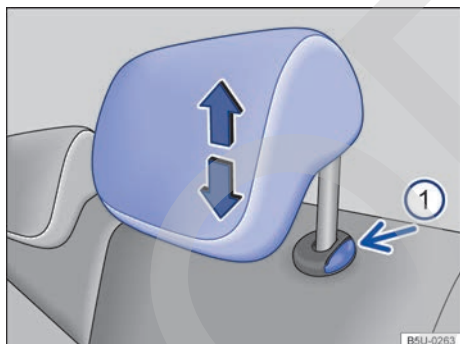

Fig. 73 Remover el apoyacabezas trasero.
- Presionar la tecla → fig. 73 (B) en el sentido de la flecha. Retirar el apoyacabezas con la tecla presionada.
- Empujar hacia abajo el apoyacabezas con la tecla → fig. 73 (B) presionada.